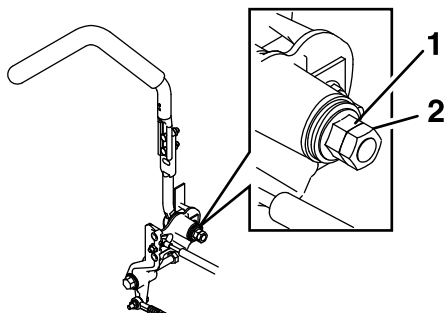

Figura 65
1. Afloje la contratuerca (Figura 65).